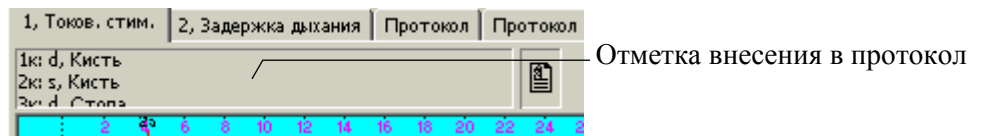

Рис. 3.57
29. После внесения любых данных пробы в протокол обследования на панели информации появляется напоминающая об этом отметка (Рис. 3.57).